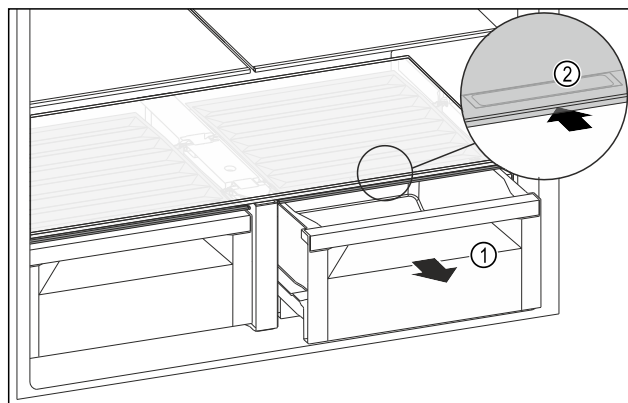

Fig. 99
- ▶ Извлеките выдвижной ящик Fig. 99 (1).
- ▶ Возьмитесь за утопленную ручку Fig. 99 (2) на крышке отделения и одновременно введите крышку отделения назад.